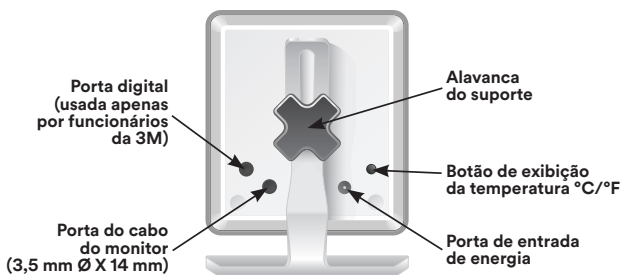

Figura 2-4: Parte traseira da unidade de controle
2. Conecte a fonte de energia elétrica à parte traseira da porta de entrada de energia da unidade de controle (veja a Figura 2-4). Conecte a fonte de energia elétrica à tomada apropriada. A tela de início acenderá e, em seguida, mudará para a tela de standby (em espera).
4. Se desejar, use um cabo de monitor para conectar a unidade de controle ao monitor do paciente através da porta de monitor na parte traseira da unidade de controle (veja a Figura 2-4).
A unidade de controle pode exibir as medições de temperatura em Celsius ou Fahrenheit. A unidade está predefinida de fábrica para Celsius. Para alterar as unidades de temperatura do visor, pressione o botão do visor de temperatura na parte traseira da unidade de controle (veja a Figura 2-4), enquanto a unidade de controle está ligada.